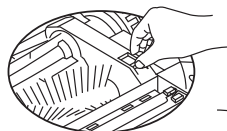

Рис.1
1. Потяните защелку вперед и поднимите крышку правым большим пальцем, затем поднимите стержень щетки за центр левой рукой. (См.рис.1 и 2)